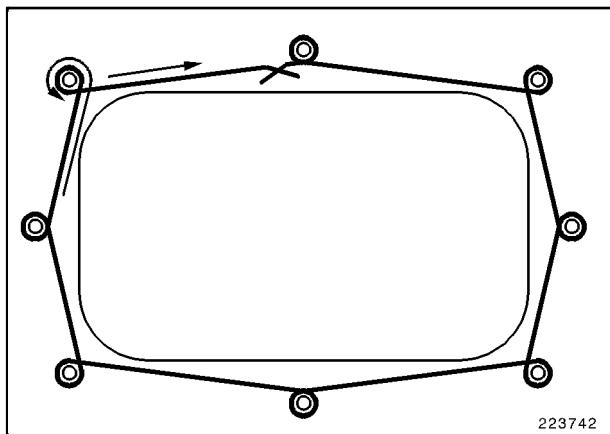

Fig. 14
- Limpiar las superficies de junta y colocar un cordón de junta nuevo dentro del círculo de pernos (alrededor de cada perno) (Fig. 14).